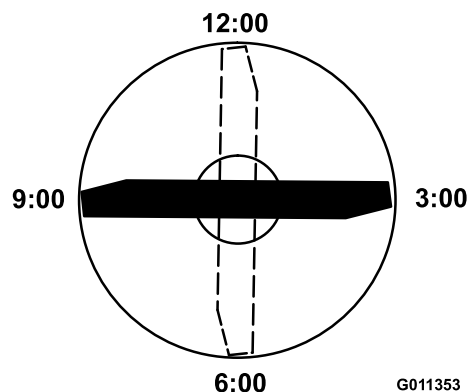

Figura 62
4. Posicione a extremidade de corte da extremidade marcada da lâmina nas 12 horas (a direito na direção do corte) (Figura 62) e meça a altura da mesa à extremidade de corte da lâmina.
5. Rode a extremidade marcada da lâmina para as posições das 3 horas e das 9 horas (Figura 62) e meça as alturas.